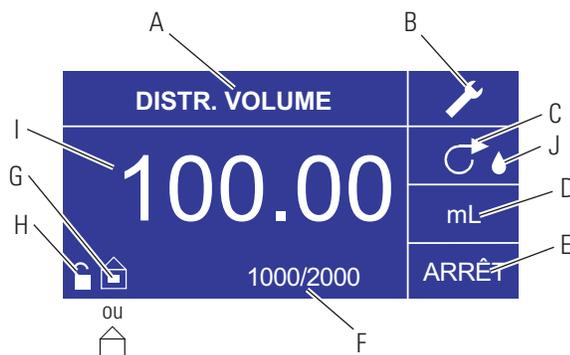

Figure 3-10. Ecran du Mode distribution de volume
6. **Réglage de la Durée d'arrêt de la pompe** : Utiliser le pavé directionnel et la touche ENTRÉE pour sélectionner ARRÊT sur l'affichage (voir position E, Figure 3-10) afin de saisir la DURÉE D'ARRÊT. Utiliser le pavé directionnel et la touche ENTRÉE pour régler le réglage de la durée d'arrêt de la pompe. Le minuteur au centre de l'écran apparaît en surbrillance, et l'utilisation des flèches VERS LE HAUT/VERS LE BAS permet d'augmenter/de diminuer le chiffre le plus à droite de l'intervalle de temps. Si l'on appuie une seconde fois sur ENTRÉE alors que le minuteur est en surbrillance, on peut naviguer d'un chiffre à l'autre à l'aide des flèches VERS LE HAUT/VERS LE BAS; pour changer de chiffre, utiliser les flèches GAUCHE/DROITE. Après avoir sélectionné un temps d'ARRÊT optimal, appuyer de nouveau sur ENTRÉE pour valider. L'entraînement s'arrêtera maintenant pendant la durée inscrite au centre de l'écran. **REMARQUE** : Si la Durée d'arrêt est réglée sur 00:00:00, il est alors nécessaire d'appuyer sur **la touche** MARCHE/ARRÊT du pavé numérique ou du connecteur E/S à distance pour que l'entraînement commence la distribution suivante.
7. **Réglage de la taille du lot :** Utiliser le pavé directionnel et la touche ENTRÉE pour sélectionner l'icône Compte de lot à partir du menu de fonctionnement (voir position F, Figure 3-10). Sur l'écran Compte de lot, utiliser les flèches VERS LE HAUT/VERS LE BAS pour sélectionner la taille du lot. Appuyer sur ENTRÉE pour valider la taille du lot. Si le réglage indique zéro (0), l'entraînement fonctionne pendant un nombre infini de cycle et le symbole ∞ est affiché. Sélectionner QUIT. pour revenir à l'écran de fonctionnement de l'entraînement.
9. **Réinitialisation du compte de lot :** Utiliser le pavé directionnel et la touche ENTRÉE pour sélectionner l'icône Compte de lot (voir position F, Figure 3-10). Sur l'écran COMPTE DE LOT, sélectionner RÉINITIAL. et appuyer sur la touche ENTRÉE pour réinitialiser le compte de lots. Sélectionner QUIT. pour revenir à l'écran de fonctionnement du MODE REPETER.